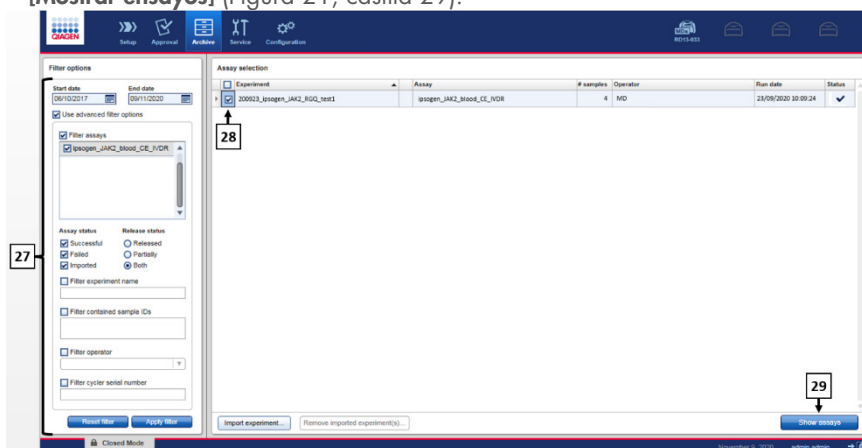

Figura 21. Entorno Archive (Archivo). 27: Opciones de filtro. 28: Selección de ensayo. 29: Botón Show Assays (Mostrar ensayos).
- Haga clic en la pestaña "Archive" (Archivo) para exportar el archivo .rex, que corresponde a los datos iniciales. Encuentre el experimento utilizando las opciones de filtro (Figura 21, casillas 27 y 28) y haga clic en **"Show assays"** [Mostrar ensayos] (Figura 21, casilla 29).